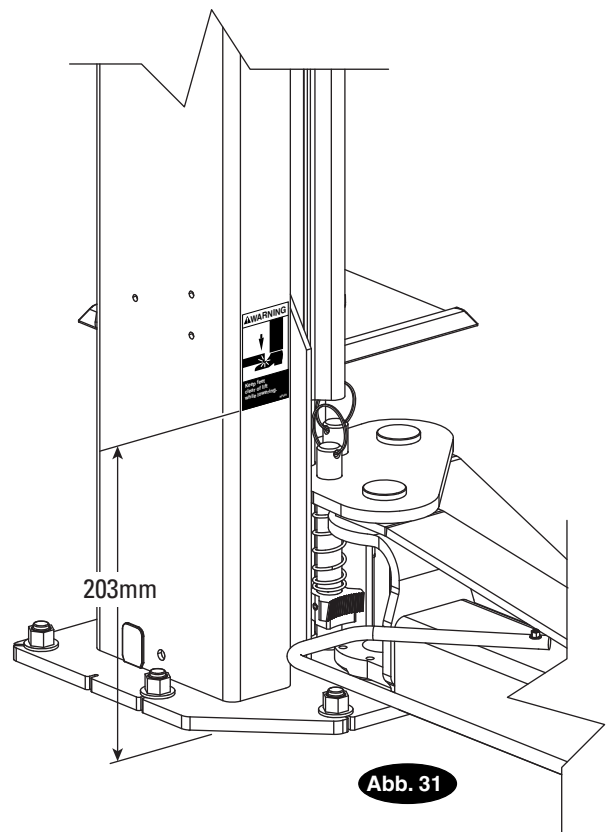

Abb. 31
Mitgelieferte Quetschkanten-Schilder anbringen. (1) Schild auf jeder Säule anbringen (Abb.31). Schilder sollten mindestens 203mm (Unterkante Schild) über dem Boden angebracht werden. Tragkraft-Schilder sollten genau über der Lochabdeckung auf beiden Säulen angebracht werden